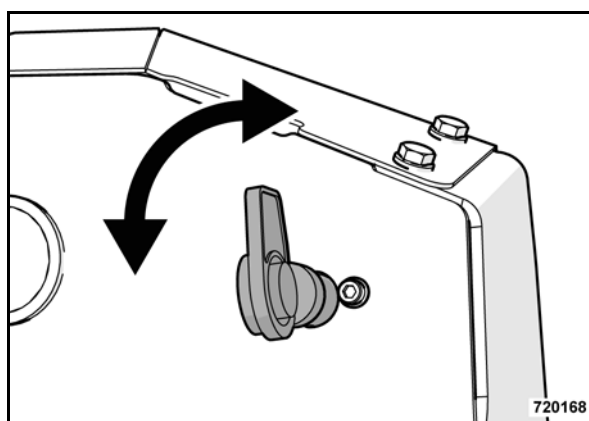

Рис. 68
- Выключатель аккумуляторной батареи (Рис. 68) должен быть включен (положение "Вертикально").